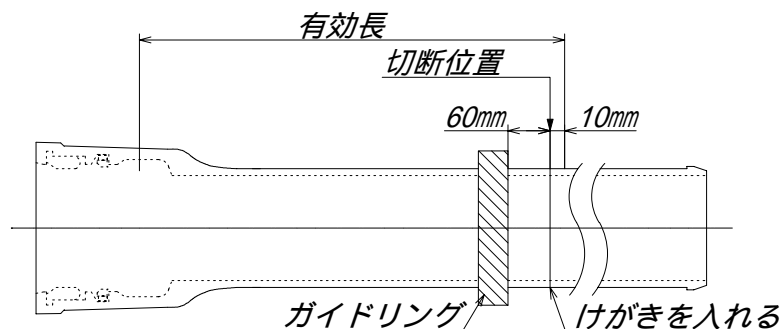

図3 ガイドリングの取り付け位置
(4) 図3のように切断位置から60mm離れた位置にガイドリングを管軸方向に対して直角に取り付ける。